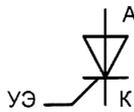

Рис. 4.2. Триодный тиристор. Условное графическое обозначение
**Триодный тиристор.** Триодные тиристоры, обычно называемые просто **тиристорами** (рис. 4.2), имеют четыре слоя  $p-n-p-n$ , один из которых соединен с внешним управляющим электродом (УЭ). Это позволяет приводить цепь «катод (К) – анод (А)» тиристора в открытое состояние напряжением управления, подаваемым между управляющим электродом и катодом.